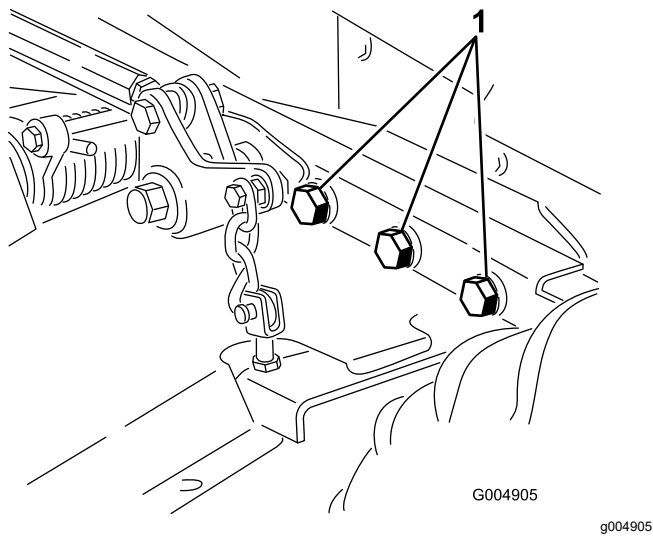

Figura 59
5. Verifique todos os dispositivos de fixação para ver se estão soltos e aperte-os conforme necessário. Aperte os 6 parafusos que prendem a estrutura da plataforma do cortador à unidade de tração (Figura 59) com 359 N·m.